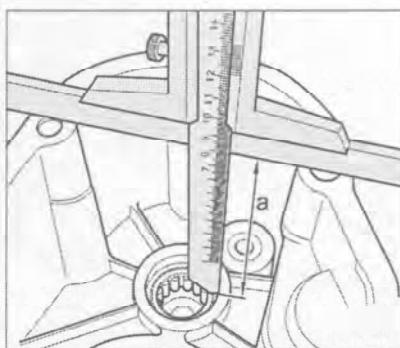

Рис. 7.236. Проследите за соблюдение расстояния $a = 98.6$ мм.
22. Проследите за соблюдение расстояния $a = 98.6$ мм (рис. 7.236).